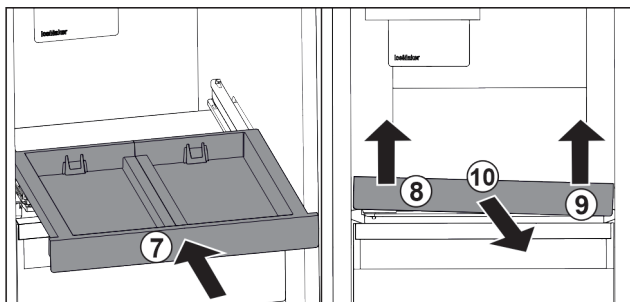

Fig. 91
- ▶ Inserire il ripiano estraibile. Fig. 91 (7)
- ▶ Sollevare il ripiano estraibile dalla parte anteriore a sinistra. Fig. 91 (8)
- ▶ Sollevare il ripiano estraibile dalla parte anteriore a destra. Fig. 91 (9)
- ▶ Rimuovere il ripiano estraibile tirandolo in avanti. Fig. 91 (10)